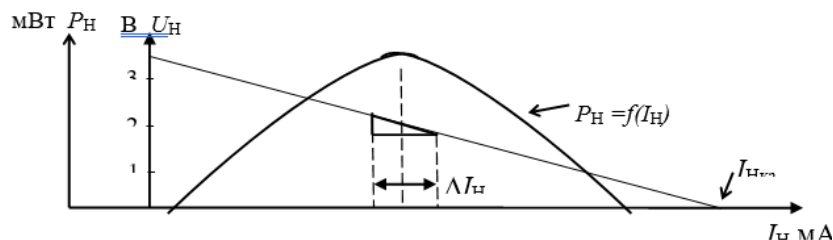

Рис. 3. Примерный вид характеристик
– Определите изменения тока ΔI_H и напряжения ΔU_H рисунок 3.
Определите выходное сопротивление источника $R_{И} = \Delta U_H / \Delta I_H$ рисунок 3.